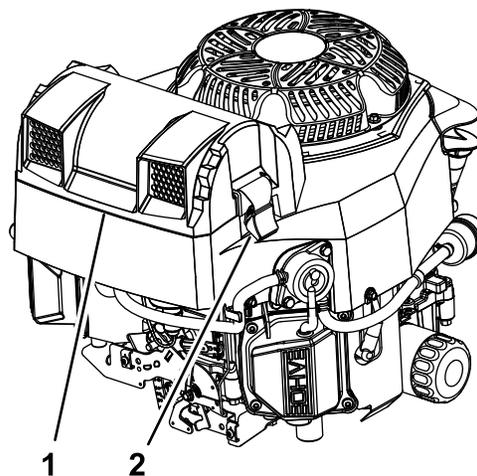

Figura 21
2. Retire la tapa para tener acceso a los elementos del limpiador de aire (Figura 21).
3. Cierre la tapa y asegúrela con los enganches (Figura 21).